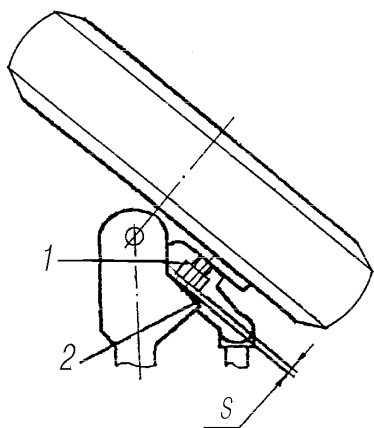

Рис. 47 . Место установки пластины при регулировке рулевого механизма:
- между упорным болтом и площадкой на балке моста поместить металлическую пластину толщиной 2 мм (рис. 47);